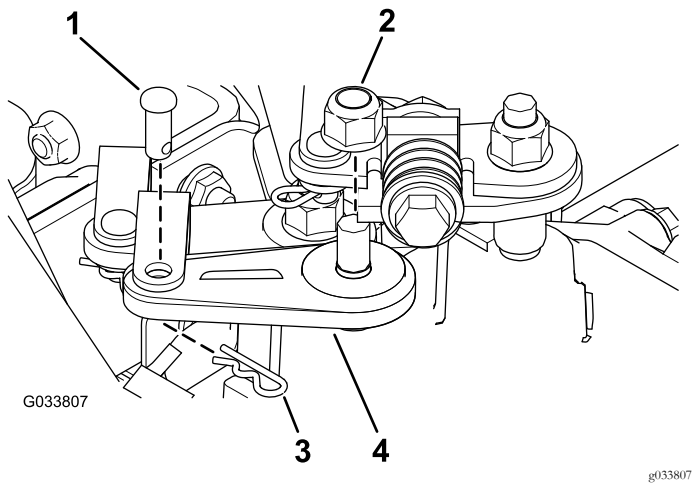

Figura 2
2. Montate la leva del cambio con il dado di bloccaggio (M10), il perno con testa e la coppiglia rimossi in precedenza (Figura 2).